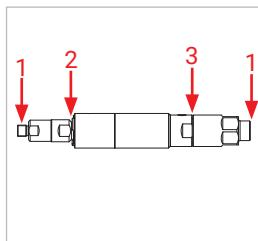
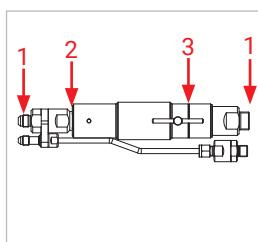

Abbildung 10
Abbildung 11
- Überprüfen Sie folgende Messstellen (*Abbildung 10* und *Abbildung 11*)
- Verschraubungen (1)
- Bereich der Spannzangen (2)
- Bereich der Exzenterbetätigung (3)